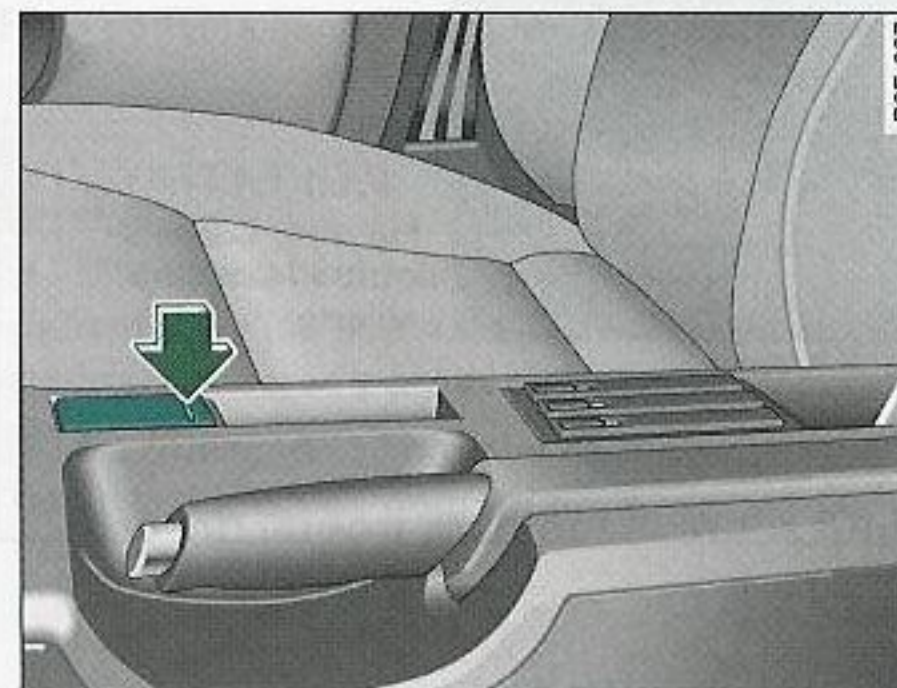

Fig. 116 Encendedor en la consola central
- Presione brevemente sobre la posición marcada ⇒ fig. 116 para abrir la cubierta del encendedor.
⇒ *página 126*, fig. 116 para abrir la cubierta del encendedor.
El encendedor ⇒ *página 126*, fig. 116 va equipado con una toma de corriente de 12 voltios a la que se pueden conectar accesorios eléctricos. La absorción de potencia no debe ser superior a los 100 vatios.